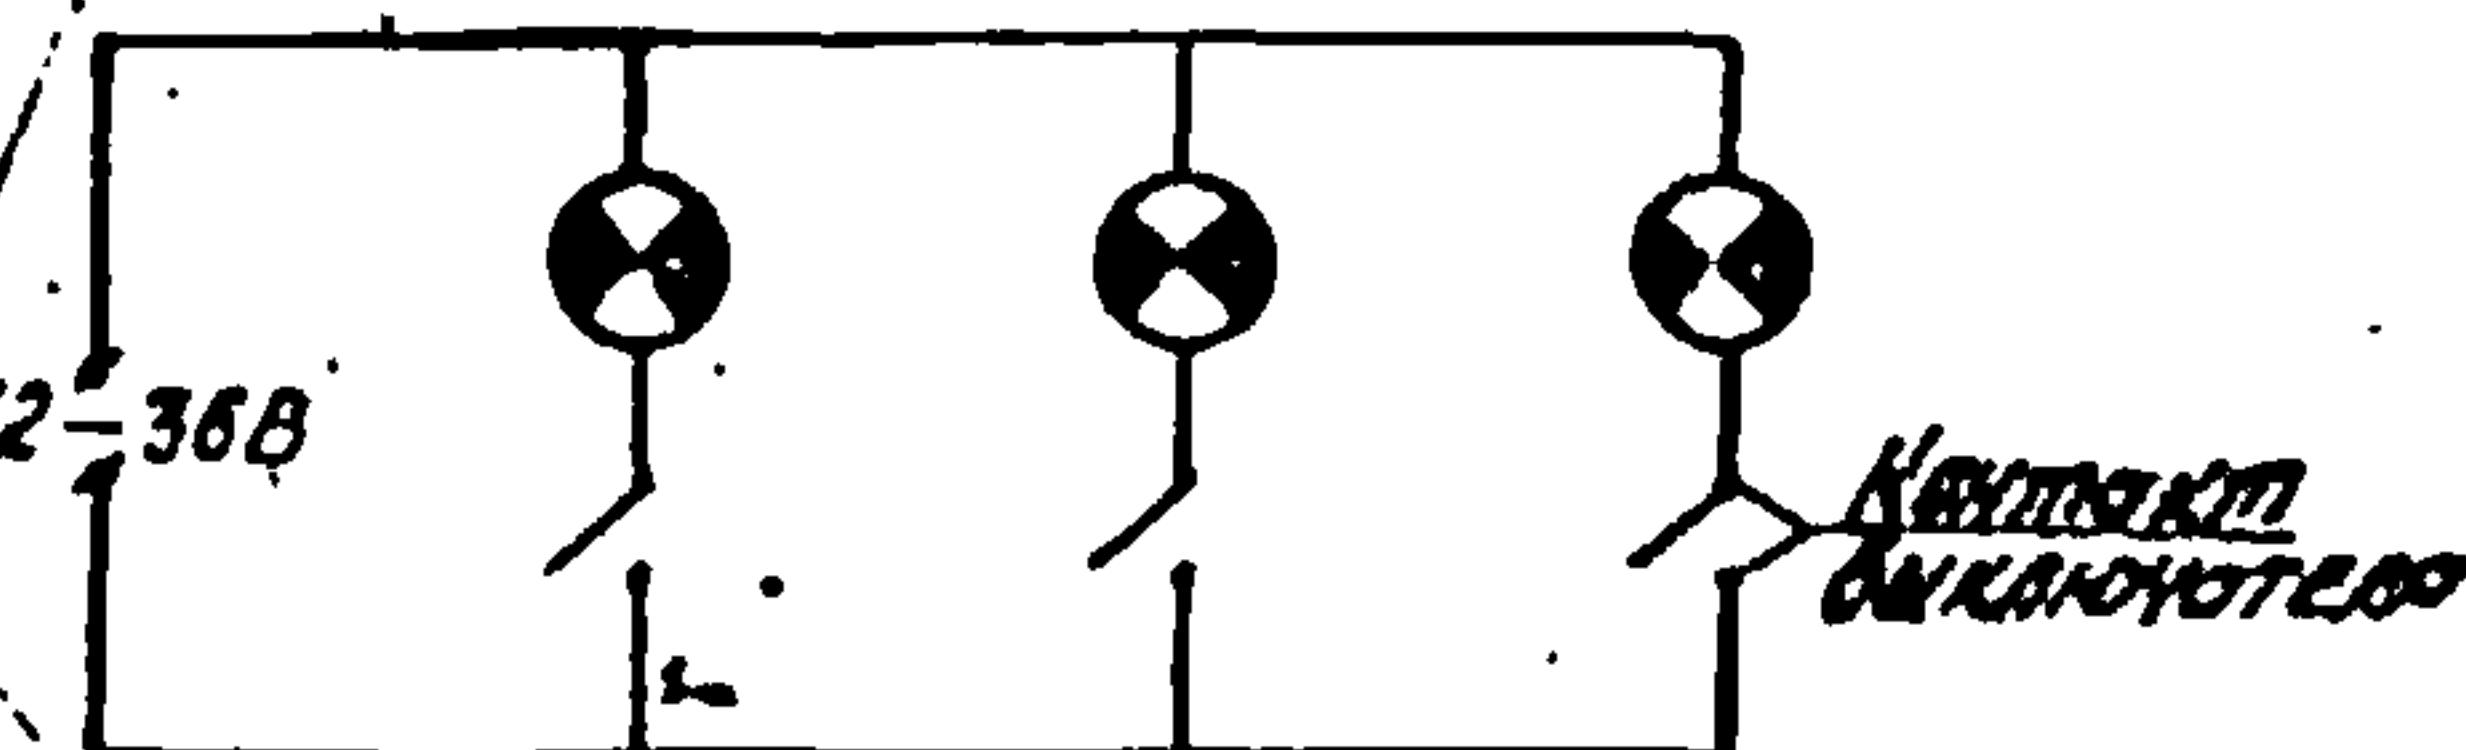

Рис. I4. Схема подсоединения сигнальных ламп.
- собрать схему подсоединения сигнальных ламп (рис. I4);